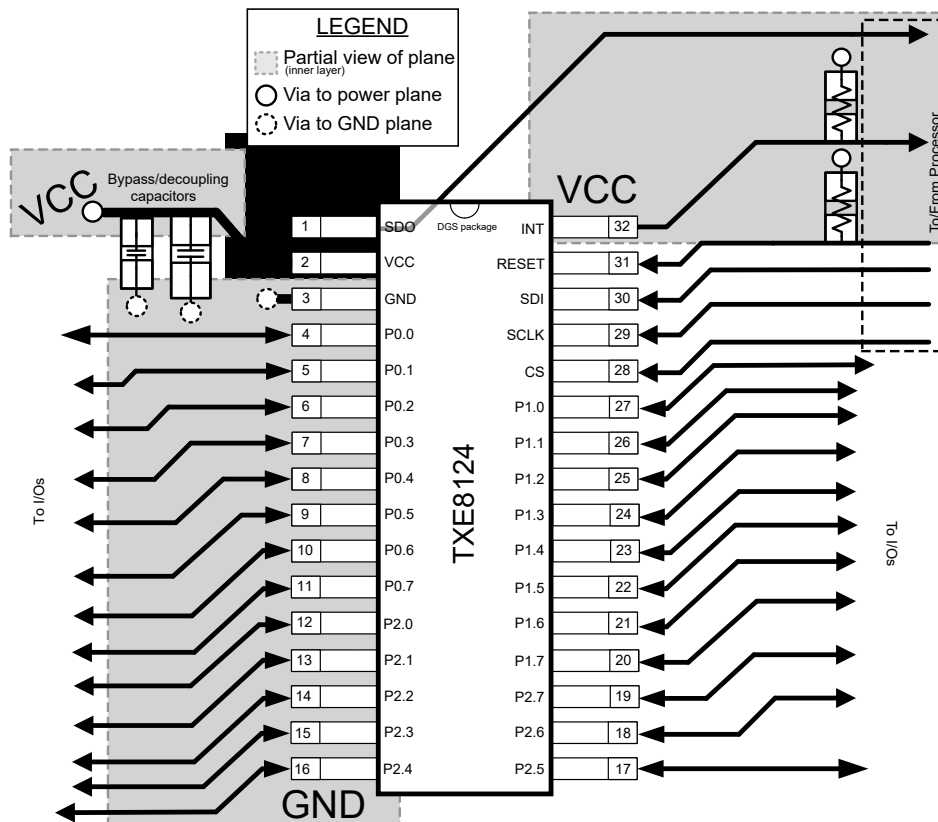

図 8-7. TXE8124 のレイアウト
すべての PCB レイアウトにおける最善策は、信号トレースを直角に曲げないこと、集積回路 (IC) の近接部を離れるときに信号トレースが互いに離れていくように配置すること、トレース幅を太くして電源とグラウンドのトレースを通常時に大容量の電流が流れるようにすることです。バイパスコンデンサとデカップリングコンデンサは、一般的に電源ピンの電圧の制御に使用されます。大容量コンデンサを使用すると、短時間の電源グリッチ時に追加電力を供給し、容量の小さいコンデンサを使用すると、高周波リップルをフィルタリングできます。これらのコンデンサは、できる限り TXE8116/TXE8124 の近くに配置してください。理想的な配置を 図 8-7 に示します。
図 8-7 に示すレイアウト例では、信号配線に最上層を使用し、電源とグラウンド (GND) に分割プレーンとして最下層を使用することで、2 層のみの PCB を製造することができます。ただし、信号配線密度の高い基板では、4 層基板が推奨されます。一般的に 4 層 PCB では、信号を最上層と最下層に配線し、内部の 1 層をグラウンドプレーン専用にして、もう 1 つの内部層を電源プレーン専用にします。電源とグラウンドにプレーンまたは分割プレーンを使用する基板レイアウトの場合は、電源または GND に接続する必要がある表面実装部品パッドのすぐ隣にビアを配置し、ビアを内部層または基板の反対側に電気的に接続します。ビアは、信号パターンを基板の反対側に配線する必要がある場合にも使用されますが、この方法は 図 8-7 には示されていません。